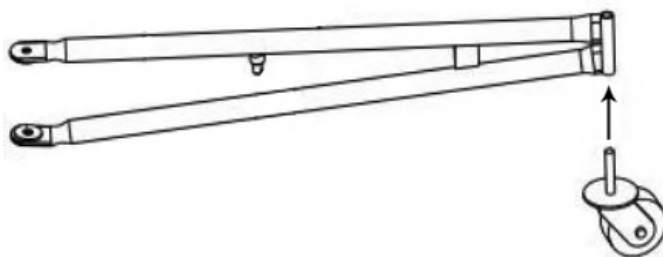

Bild 12
- Sätt fast länkhjulen med alla tre benen enligt bild 12.
- Fäst hjulenheten på ramenheten med bricka Ø10 och M10x20-skravar enligt bild 12.